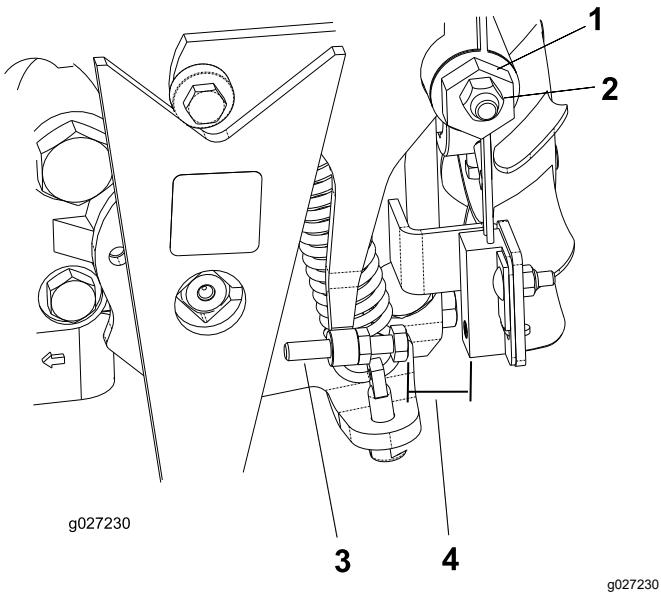

Figure 36
4. Desserrez le contre-écrou de la came de réglage de transmission (Figure 36).
- Démarrer le moteur et tournez l'hexagone de la came (Figure 36) dans un sens puis dans l'autre pour déterminer la position centrale de la course de réglage du point mort.
- Ajustez la vis jusqu'à obtention d'un écartement de 0,8 à 2,3 mm ; voir Figure 36.